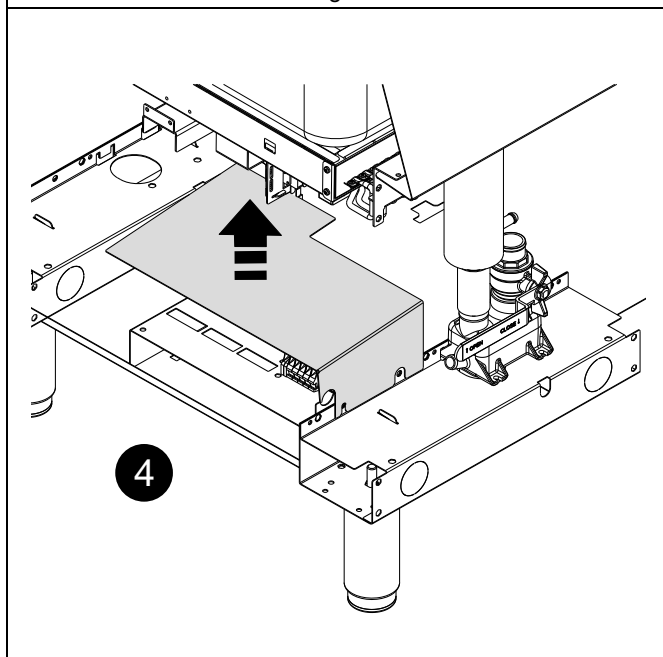

Fig. 7
4. Lossa skruvarna på kopplingsplintens skyddspanel för att föra den uppåt (se detalj 4 —Fig. 7).